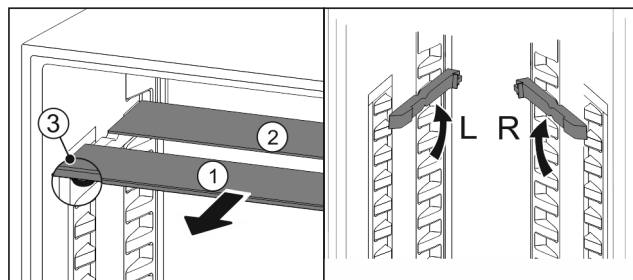

Fig. 82
- ▶ Wyciągnąć Fig. 82 (1) pojedynczo półki szklane do przodu.
- ▷ Płyta szklana Fig. 82 (1) z listwą ozdobną znajduje się z przodu.
- ▷ Stopery Fig. 82 (3) wskazują w dół.